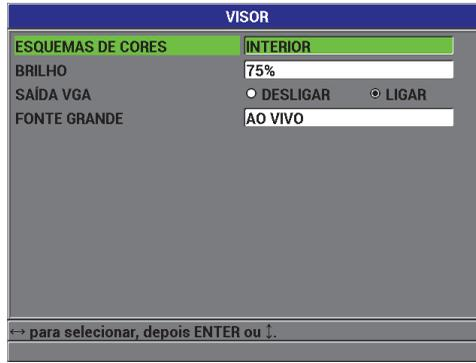

Figura 3-4 Tela VISOR
2. Na tela **VISOR** (ver a Figura 3-4 na página 65), selecione o parâmetro desejado e o valor para os seguintes parâmetros: